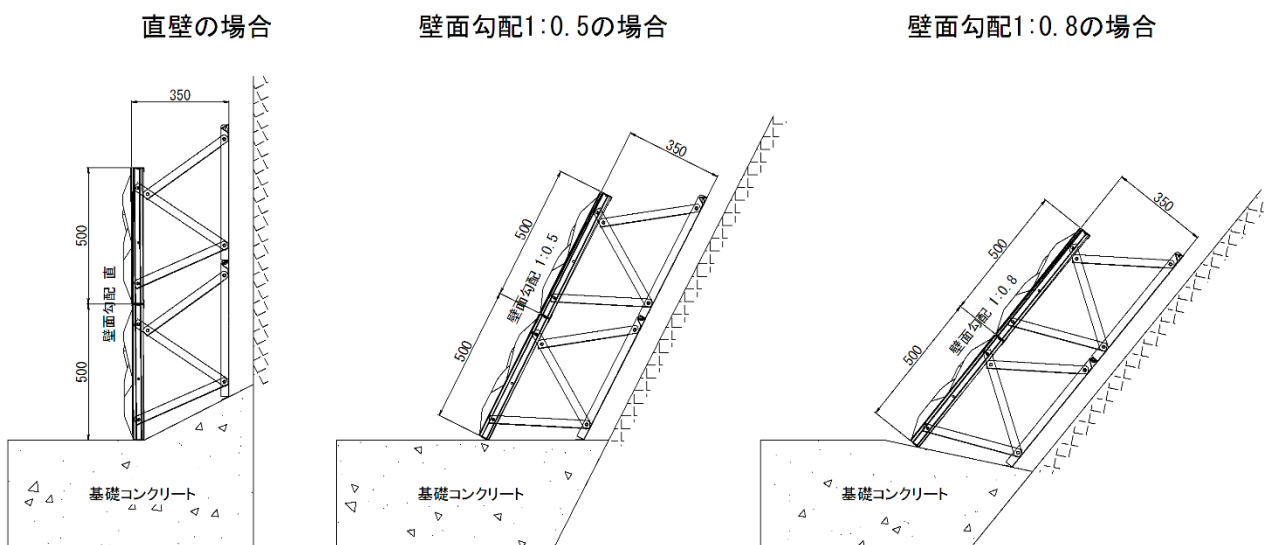

図7. 基礎工の施工
- ・ デコメッシュ置くだけタイプは、現状水平面に対し、壁面勾配が1:0.5となるタイプのみである。壁面勾配が1:0.5以外は、基礎コンクリート面の勾配で調整を行う等の方法がある(図7)。